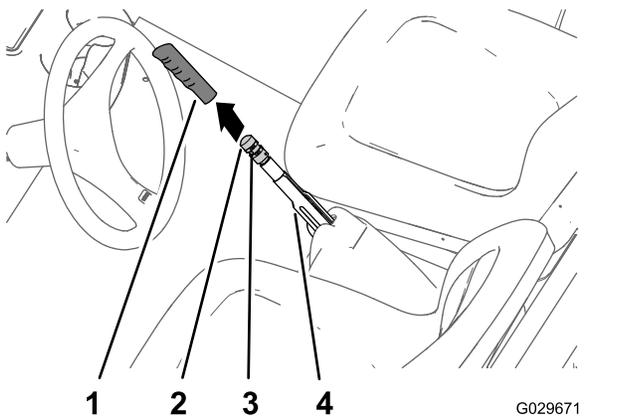

Figure 65
1. Enlevez la poignée du levier de frein de stationnement (Figure 65).
2. Desserrez la vis de fixation du bouton de réglage sur le levier du frein de stationnement (Figure 65).
pour actionner le levier du frein de stationnement (Figure 65).
4. Serrez la vis de fixation et remettez la poignée en place (Figure 65).
2. Desserrez la vis (Figure 65) qui fixe le bouton de réglage sur le levier du frein de stationnement, desserrez le frein de stationnement et desserrez le bouton de réglage.
5. Tournez le bouton de réglage du frein (Figure 65) jusqu'à ce qu'une force de 133 à 156 N·m soit nécessaire pour actionner le levier du frein de stationnement.
- C. Tournez le bouton de réglage du frein (Figure 65) jusqu'à ce qu'une force de 133 à 156 N·m soit nécessaire pour actionner le levier du frein de stationnement.
- Serrez la vis de fixation et remettez la poignée en place (Figure 65).